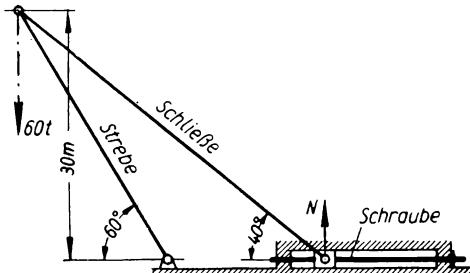

Bild 45
- 167.** Ein Scherenkran nach Bild 45 ist am Auslegerkopfe mit 60 t belastet. Gesucht wird a) die Druckkraft in der Strebe; b) die Zugkraft in der Schließe; c) die waagerechte Zugkraft in der Bewegungsschraube; d) der senkrecht gerichtete Normaldruck N zwischen der Schraubenmutter und ihren Führungen.